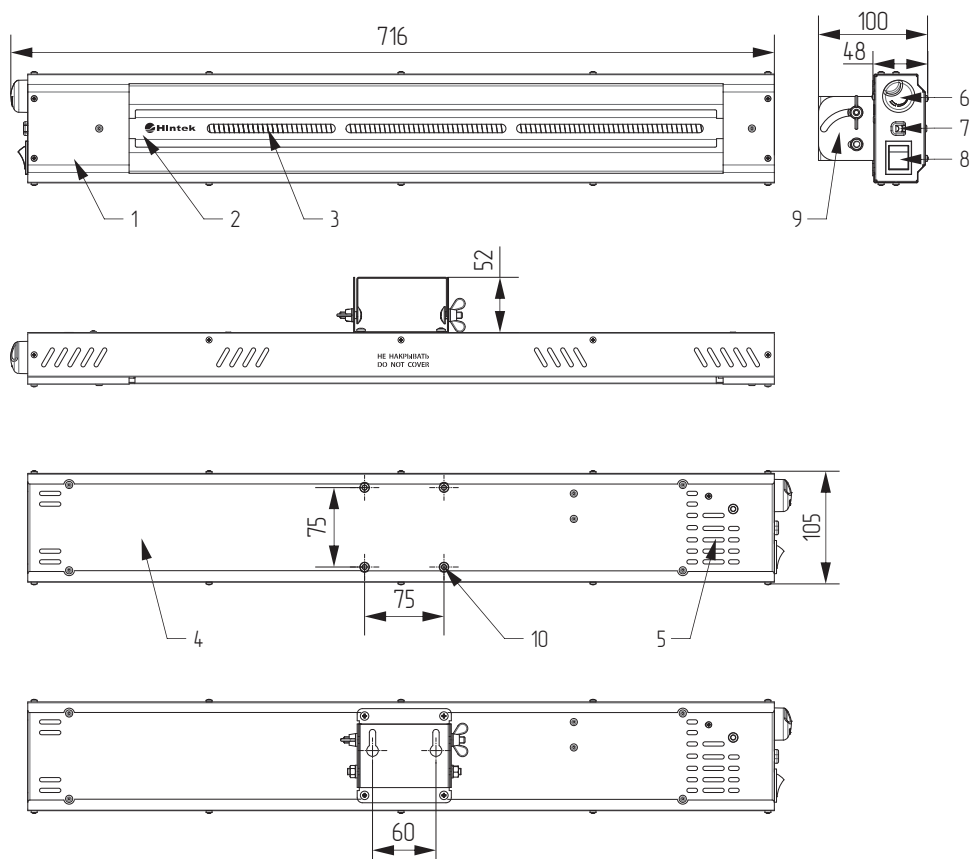

Рисунок 1.
5.1. Обогреватель (см. рис. 1, 2) представляет собой металлический корпус, состоящий из передней панели (1), защитной решётки (2) и задней панели (4). Внутри корпуса на шасси расположен нагревательный элемент (3) – трубка из кварцевого стекла, внутри которой расположена нагревательная спираль. За нагревательным элементом имеется отражающий экран. На боковой поверхности корпуса расположены ручка регулятора мощности (6), роковый переключатель (клавишный выключатель) с подсветкой (8) и выход шнура питания (7).
6.6. На стене с помощью уровня и рулетки (линейки) следует разметить отверстия для монтажа обогревателя. Размеры для разметки приведены на рис. 1, 2.